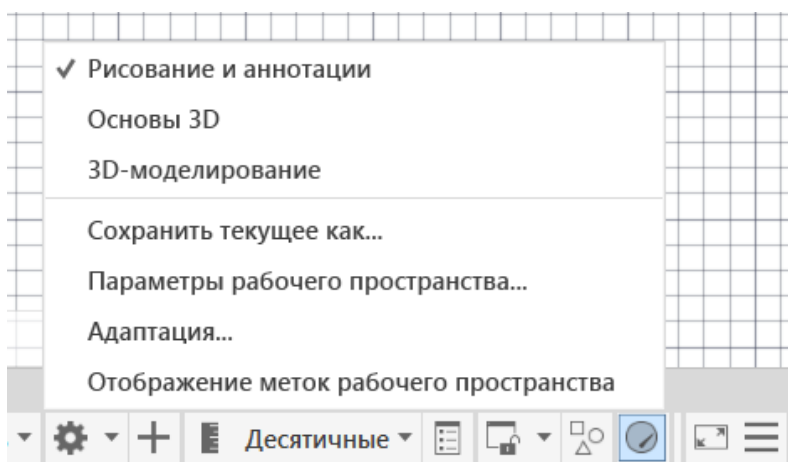

Рис. 12. Выбор рабочего пространства через статусную строку
10.2. Строку состояния (режимов), которая находится внизу графического экрана, нажав на кнопку в виде шарнира (рис. 12).